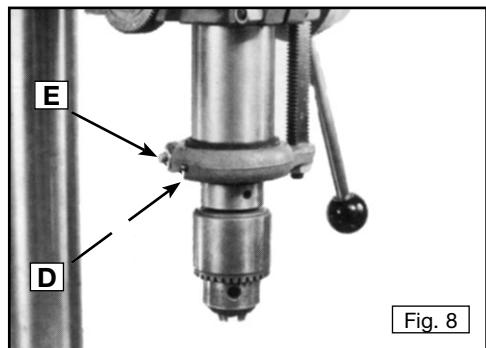
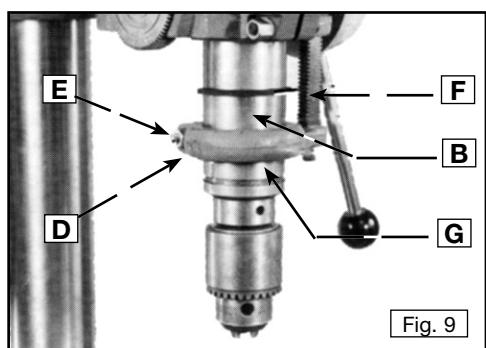

Fig. 8
Fig. 9
2. Desserrer la vis de calage (D, fig. 8) et l'écrou hexagonal (E).
3. Glisser vers le haut la rondelle de caoutchouc (F, fig. 9) sur le fourreau et éléver le collet d'arrêt (G) d'environ 2,2 cm (7/8 po). Serrer la vis de calage (D, fig. 8) et l'écrou hexagonal (E) suffisamment pour maintenir le collet d'arrêt (G) en position.